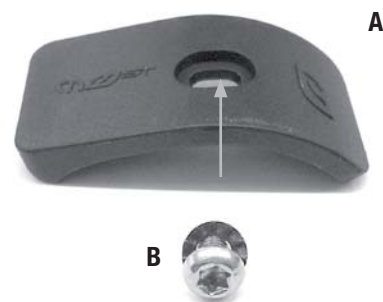

Fig. 16
**Zona 4 per gruppo elettronico (Fig. 16)
**Zone 4 for the electronic groupsets (Fig. 16)